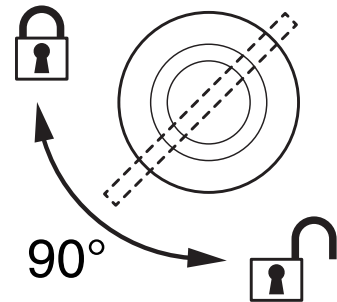

Figure 7: Verrouillage 1/4 de tour
- Alignez les loquets des embases en face de deux points de montage. Voir Figure 7. Insérez les loquets à fond dans l'insert et tournez-les d'un quart de tour. Installez un second crochet de la même manière.